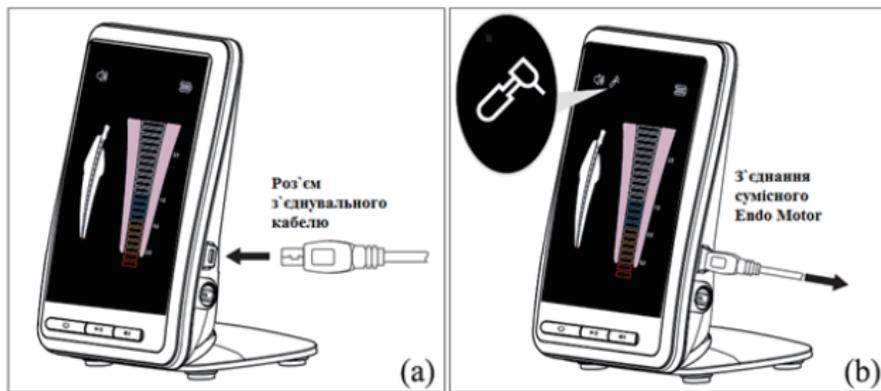

Рисунок 10
3.3.1 Conecte un extremo de la línea USB a la toma USB en el lado derecho del dispositivo y conecte el otro extremo con un motor Endo compatible como se muestra en la Imagen 10 (a). No hay diferencia entre esos dos extremos. Como se muestra en la Imagen 10 (b), cuando el ícono de Contra-ángulo está encendido, el localizador de Apex y Endo Motor pueden